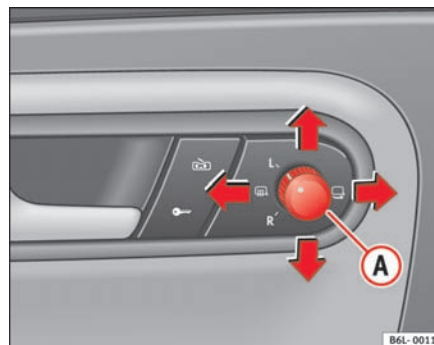

Fig. 70 Betjening af sidespejle
1. Drej knappen ⇒ fig. 70 til position **L** (venstre sidespejl).
- Drej kontakten til positionen for afdugning  ⇒ fig. 70.
- Drej knappen ⇒ **side 96, fig. 70** til position  for at klappe sidespejlene ind. Klap altid sidespejlene ind, når du kører bilen ind i et automatisk vaskeanlæg, så du undgår beskadigelse.